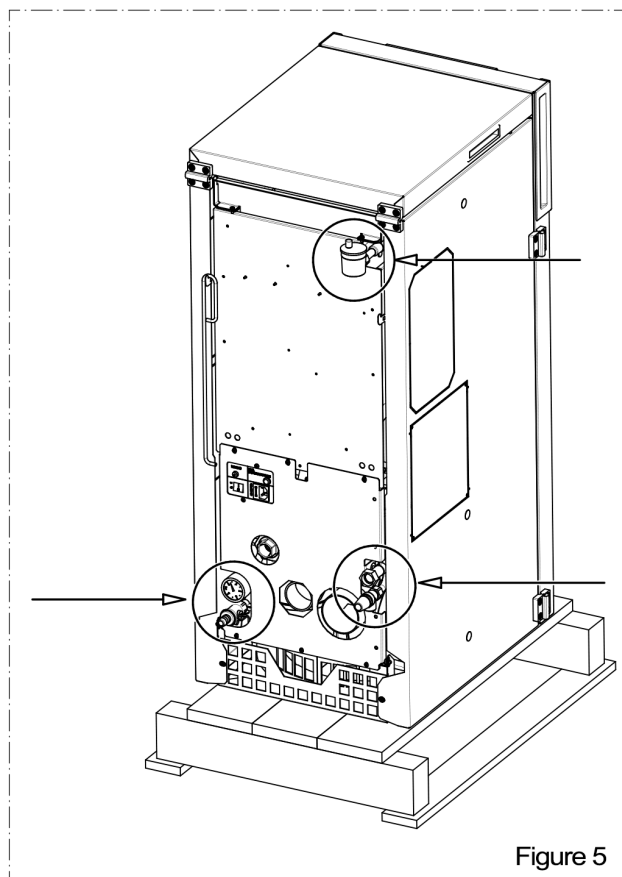

Figure 5
- Lors de cette manoeuvre, veiller à ne pas abîmer le revêtement et les éléments saillants de la chaudière (Figure 5).